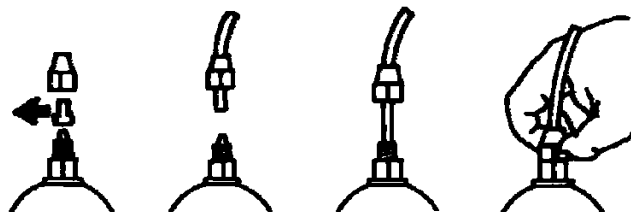

Fig. 7
- Extraiga las dos cápsulas rojas de protección de los racores, introduzca hasta el fondo los tubos en los respectivos empalmes cónicos, y bloquéelos con las bridas de fijación (Fig. 7).